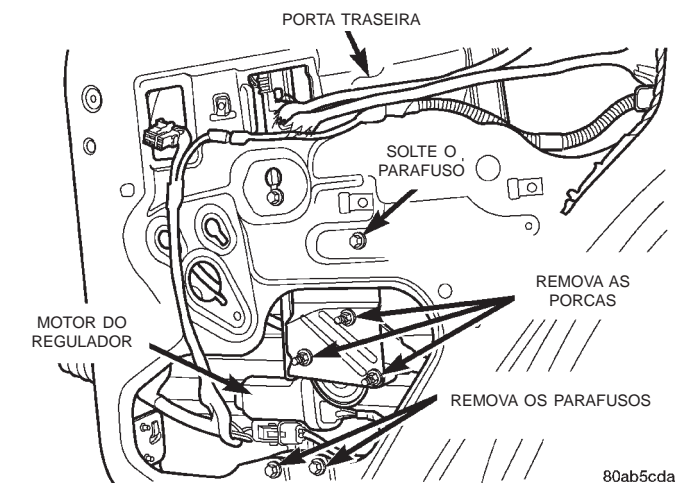

Fig. 65 Vidro da Janela Traseira
(4) Remova os parafusos inferiores que prendem o regulador ao painel interno da porta (Fig. 65).
(5) Remova as porcas que prendem o motor do regulador ao painel interno da porta, se equipado.
(6) Solte o parafuso superior que prende o regulador ao painel interno da porta.
(7) Desconecte o conector do chicote de fiação do motor de acionamento do regulador, se equipado.
(8) Remova o regulador e o motor de acionamento, se equipado.